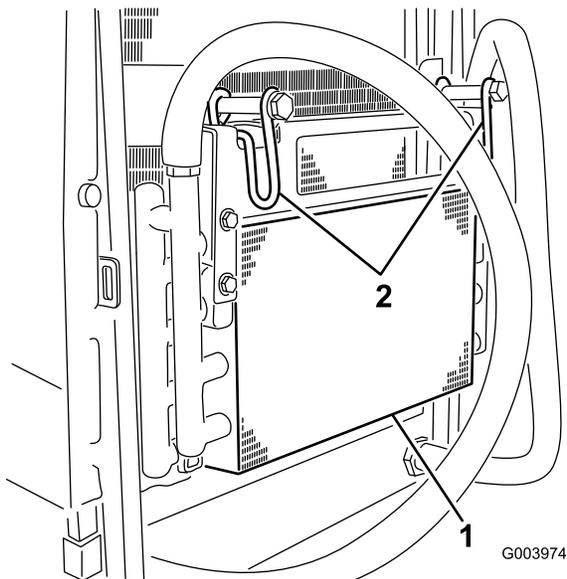

Figura 57
5. Articule os trincos para dentro para libertar o arrefecedor do óleo (Figura 57).